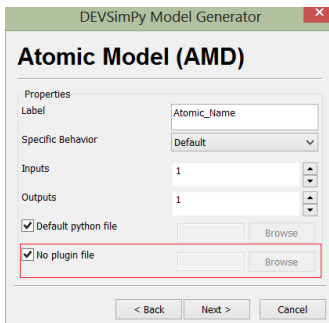

FIGURE 52 : GESTION DES PLUGINS LOCAUX PENDANT LA CRÉATION DES MODÈLES ATOMIQUE.
- À la construction d'un modèle (atomique dans l'exemple de la Figure 52), le gestionnaire de création de modèle donne la possibilité d'insérer un fichier plugin existant. Si la case à cocher (encadrée en rouge dans la Figure 52) est décochée, l'utilisateur peut inclure un fichier *plugins.py* dans l'archive du modèle.